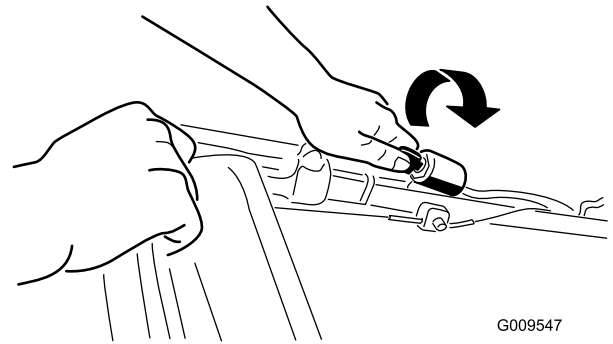
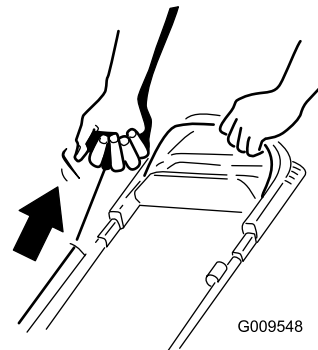

Figure 11
Figure 12
2. Tournez la clé de contact (Figure 11) (modèles à démarrage électrique uniquement) ou tirez la poignée du lanceur (Figure 12).
Remarque: Tirez lentement la poignée du lanceur (Figure 12) jusqu'à ce que vous sentiez une résistance, puis tirez vigoureusement. Laissez le lanceur se rétracter lentement jusqu'à la poignée.